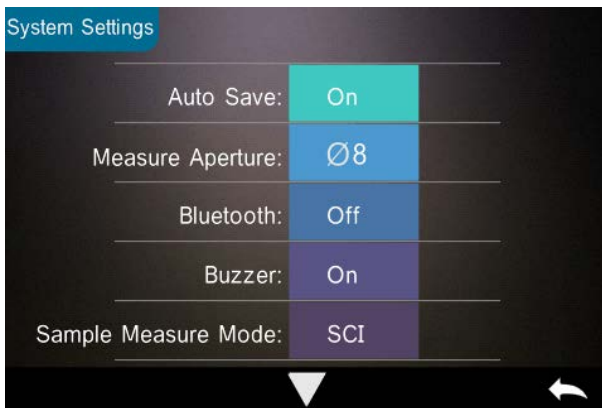

Figura 44. Configuración del sistema
Paso 3: Cambie la apertura de medición predeterminada del sistema desde el “System Settings” (Menú de configuración del sistema) (véase la Figura 44) en consonancia con la apertura de medición real. Cada vez que cambie la apertura, es esencial recalibrar el instrumento siguiendo las indicaciones del punto 2.2.